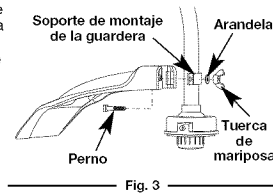

Fig. 3
2. Desde el interior del protector de la cabeza de corte, empuje el perno cuadrado a través del orificio hasta que el extremo con roscas sobresalga a través del soporte de montaje de la guardera (Fig. 3).